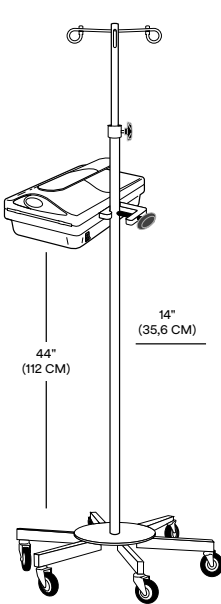

Figure 3
- 1. Fixez l'unité de réchauffement pour sang/liquide Ranger à la potence I.V. Serrez bien le clamp de la potence (voir la Figure 3).